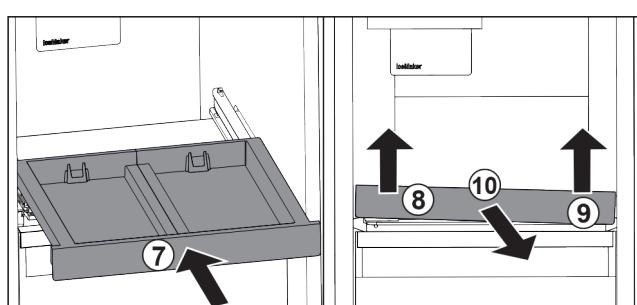

Fig. 102
- ▶ Zasuňte vyťahovaciu poličku. Fig. 102 (7)
- ▶ Nadvihnite vyťahovaciu poličku vpred vľavo. Fig. 102 (8)
- ▶ Nadvihnite vyťahovaciu poličku vpred vpravo. Fig. 102 (9)
- ▶ Odoberte vyťahovaciu poličku dopred. Fig. 102 (10)